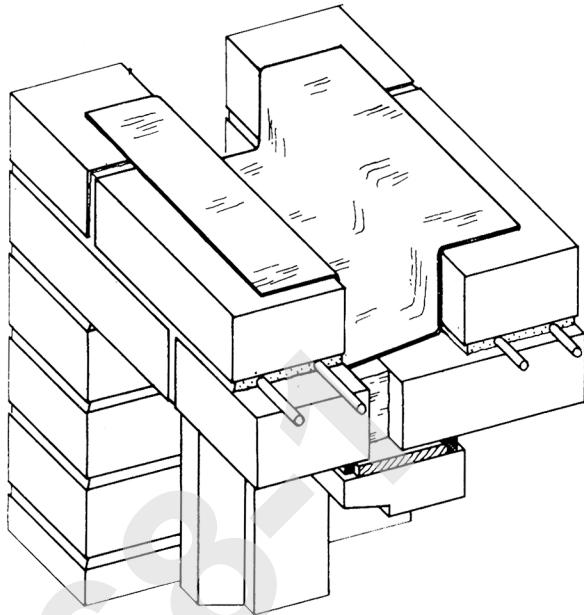

Fig. 241
- .2 Hulrommet over vinduet dekkes med asfaltapp, som vist på fig. 241. Det er best å bruke en papp som er bøyelig og lett å forme, f. eks. underlagspapp med råpapp av glassfiberduk. Pappen føres 6–8 cm ut fra hver side av overkarmen i lengderetningen og bør i bunnen ha helling utover mot utvendig vange.